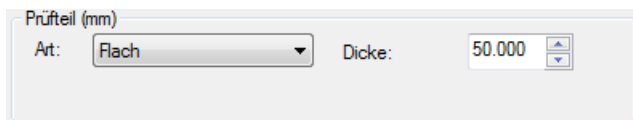

Abbildung 4-8 Geometrie des Prüfteils bestimmen
- c) Wählen Sie im Gruppenfeld **Prüfteil** die Geometrie des Prüfteils aus und geben Sie dessen Dicke an (siehe Abbildung 4-8 auf Seite 246).